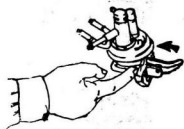

图1-22 检查油封示意图
②检查出油阀 用左手食指堵塞进油管4(见图中b), 用右手推动摇臂1是固定不动(无自由行程)。否则可判断为出油阀密封不良。
③检查汽油泵膜片 用左手食指和右手中指分别堵塞进油管4(见图中c), 检查摇臂1是否固定不动, 否则可判断为膜片总成密封不严或油泵膜片损坏, 破裂。
④检查油封 (图1-22) 为检查油封示意图。用手指堵塞泵体上的通气孔, 检查是否没有自由行程(摇臂能锁住)。否则可判断为油封损坏。